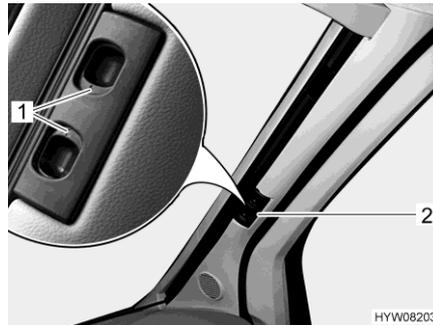

Fig. 18 Tendina oscurante pieghevole (parabrezza)
- Premere le maniglie di sbloccaggio (Fig. 18,1) e mantenerle premute.
- Tirare la tendina oscurante pieghevole del parabrezza per la maniglia (Fig. 18,2) verso il centro della finestra.
- Spingere verso l'esterno le due metà della tendina oscurante pieghevole del parabrezza per la maniglia (Fig. 18,2) fino all'arresto. Durante questa operazione sollevare la maniglia all'altezza della rientranza di bloccaggio.
- Rilasciare le maniglie di sbloccaggio (Fig. 18,1) e mantenerle innestate.